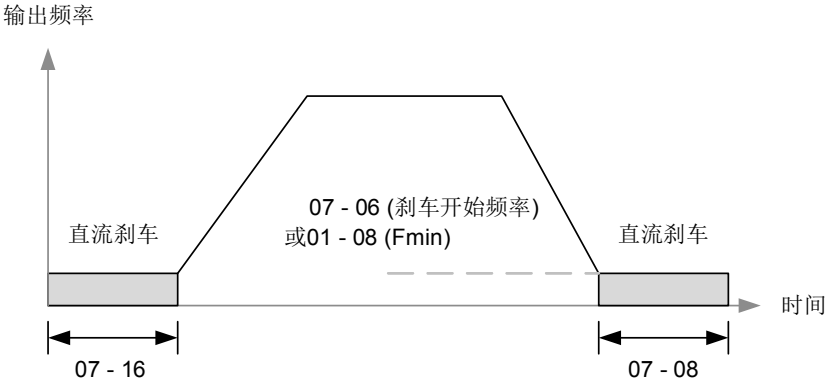

图4.3.54 VF、SLV与SLV2的刹车动作
- 通过设定任一端子(03-00至05)为33，可透过多功能数字输入来控制直流刹车操作。关于直流刹车时间表，参照图4.3.54。